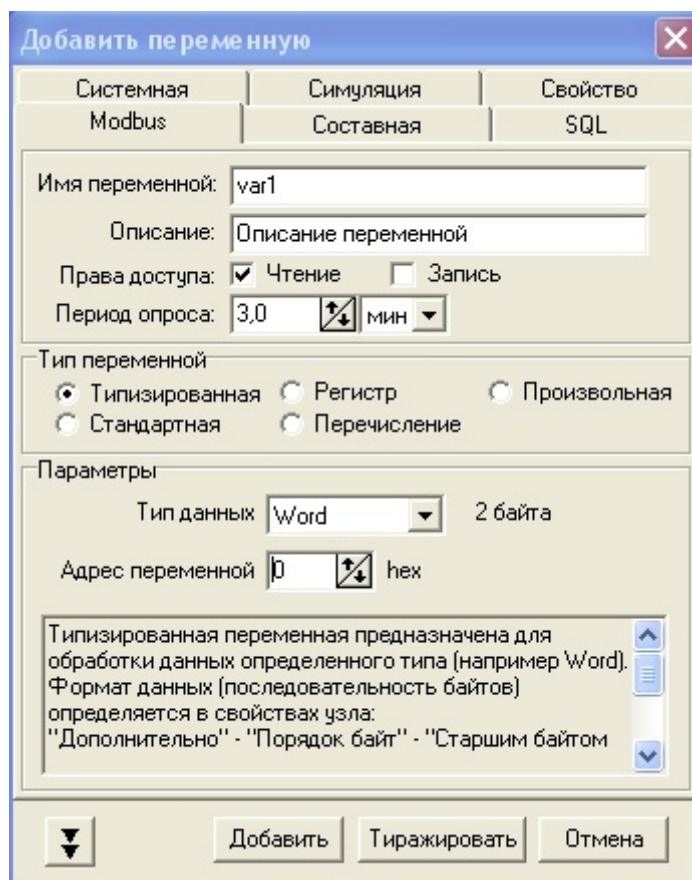

Рис.3.6
8) В появившемся окне задать параметры переменной (Рис.3.6). **Описание параметров смотрите в справке LectusOPC.** В данном примере значение